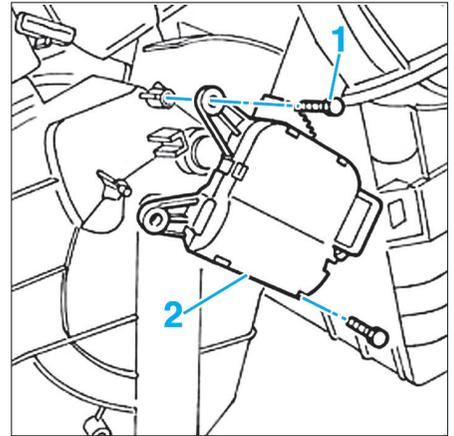

FIG. 25
- Déposer les 2 vis de fixation (1) du moteur de mélange d'air (Fig.25).
- Déposer le moteur de mélange d'air (2).